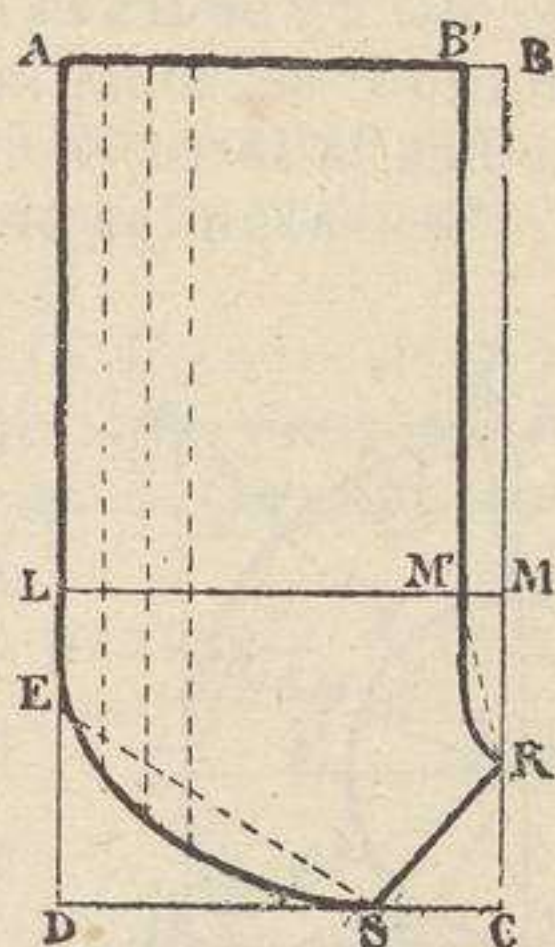

Fig. 127 (1/5 del tamaño real).
**Rectángulo ABCD.**—Se traza un rectángulo ABCD (fig. 127) que tenga 20 cms. de largo y  $11\frac{1}{2}$  de ancho.